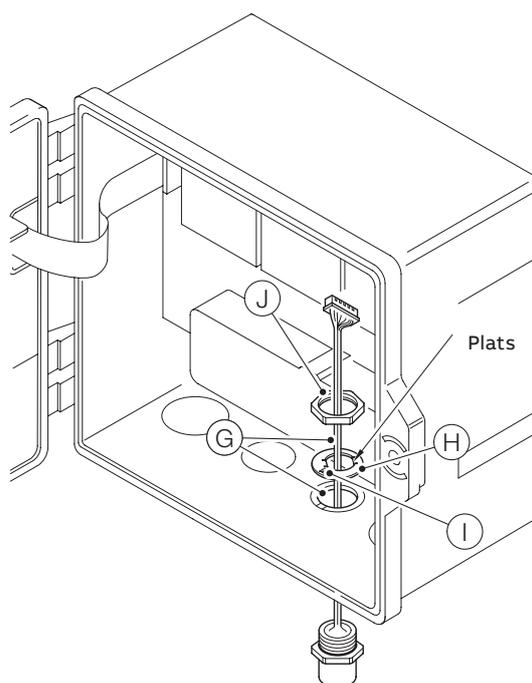

Figure 6 Préparation des fixations de câbles du raccord de traversée EZLink
En vous reportant à Figure 6:
- 7 Montez l'attache d'alignement (I) dans la plaque d'étoupe (K) dans la fente moulée.
- 8 Insérez entièrement le corps du raccord de traversée EZLink (L) dans l'entrée de câble et alignez le corps du raccord de traversée à l'aide des plats sur la rondelle d'alignement (voir Figure 6, élément (H)).
- 9 Vissez l'écrou arrière (J) sur le corps du raccord de traversée et serrez à un couple compris entre 3 et 4 N m (2,21 et 2,95 lbf-pi.) à l'aide d'une clé dynamométrique.